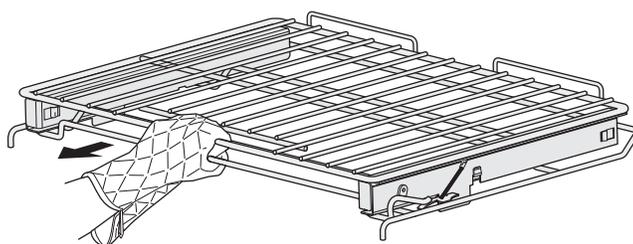

Figure 20 : Retirer la grille de four
2. Tout en tenant le levier de dégagement (Figure 20), tirez la grille à glissière hors du four jusqu'à ce que la position d'arrêt soit atteinte. Utilisez les deux mains si nécessaire.